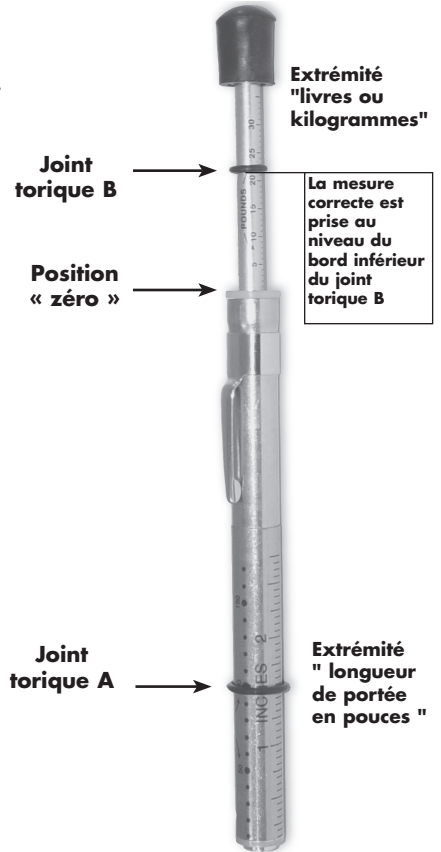

Figure 1
- Préparation de l'outil (figure 1)
IMPORTANT : La mesure correcte est prise au niveau du bord inférieur du joint torique B (figure 1).